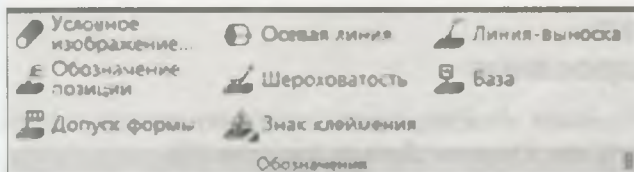

Рис. 25.11. Панель инструментов Обозначения
- ♦ Панель инструментов **Обозначения** (рис. 25.11) — содержит команды для простановки обозначений в сборке;